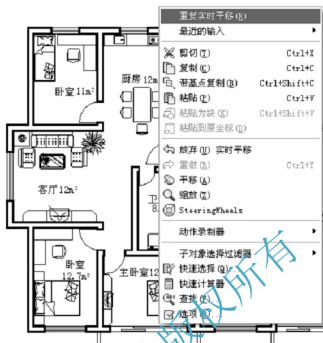

图 1.13 通过快捷菜单来启动刚刚使用过的命令
(4) 启动刚刚使用过的命令。
① 在绘图区内右击, 通过快捷菜单来启动刚刚使用过的命令, 如图 1.13 所示。